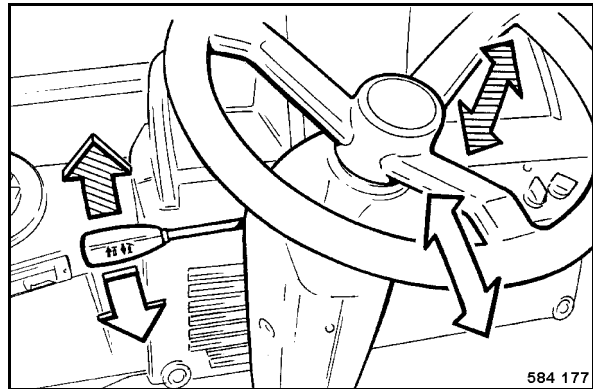

fig. 70
- Tirer le levier (fig. 70) vers le haut et régler le volant à la hauteur désirée.